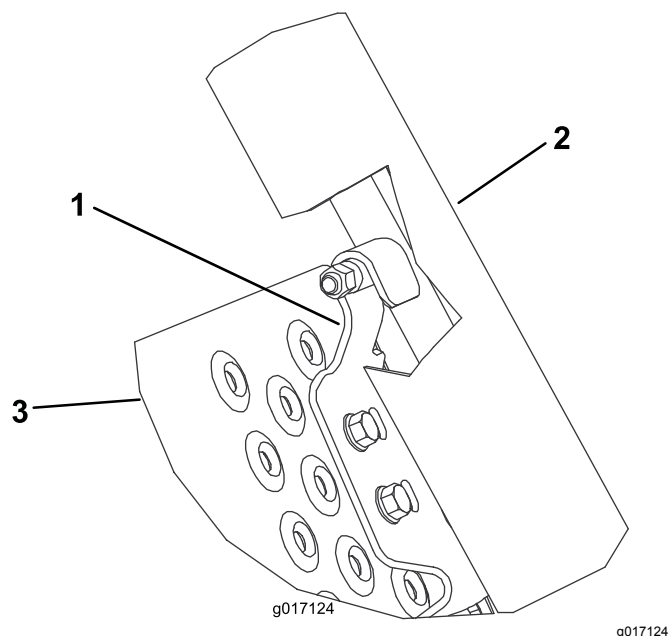

Figura 4
7. Introduzca un tornillo de cabeza hexagonal a través de cada uno de los taladros centrales de las rampas de carga y a través de los 2 tubos de goma (Figura 4).
8. Coloque una chapa de sujeción en cada lado de la rampa de manera que queden alineadas con la parte inferior de la rampa de carga, se enganchen las clavijas recubiertas de las rampas de carga y estén alineadas con los taladros de la rampa (Figura 2 y Figura 4). Se utiliza un solo juego de taladros de montaje para cada chapa de sujeción.
9. Monte provisionalmente cada chapa de sujeción a la rampa de carga con tornillos con arandela prensada de 5/16" x 3/4" y tuercas con arandela prensada (Figura 2 y Figura 4).
10. Eleve y bloquee la rampa. Ajuste las chapas de sujeción hasta que se enganchen en las clavijas, y apriete los tornillos y las tuercas con arandela prensada (Figura 2 y Figura 4).